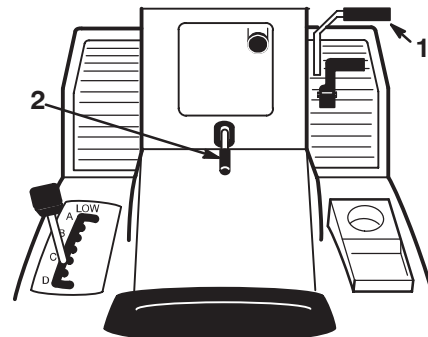

Bild 3
1. Drücken Sie das Bremspedal (Bild 3) durch und halten es in der gedrückten Position.
2. Ziehen Sie den Feststellbremshebel (Bild 3) hoch und nehmen den Fuß nach und nach vom Bremspedal.
1. Treten Sie auf das Bremspedal (Bild 3).